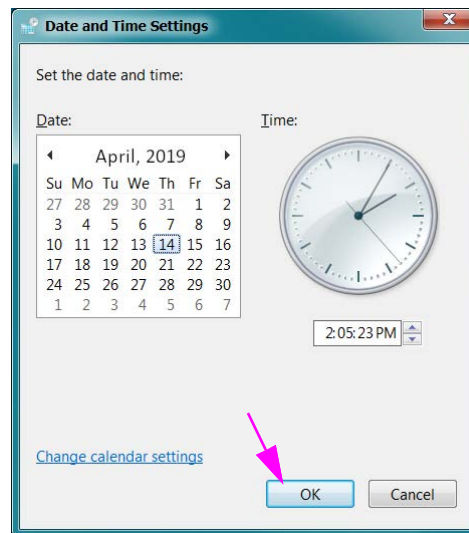

Figure 2-32. Boîte de dialogue Date and Time Settings (Réglage de la date et de l'heure)
2. Cliquez sur le bouton **Change Date and Time (Changer la date et l'heure)...** La boîte de dialogue Date and Time Settings (Réglage de la date et de l'heure) s'affiche. Voir la Figure 2-32.